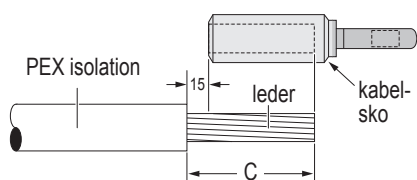

Fig. 3. Preskabelsko type TBC
6) Isolationen aftages på C-mål (kabelskoens indstiksybde + 5 mm, se fig. 3 og 4).